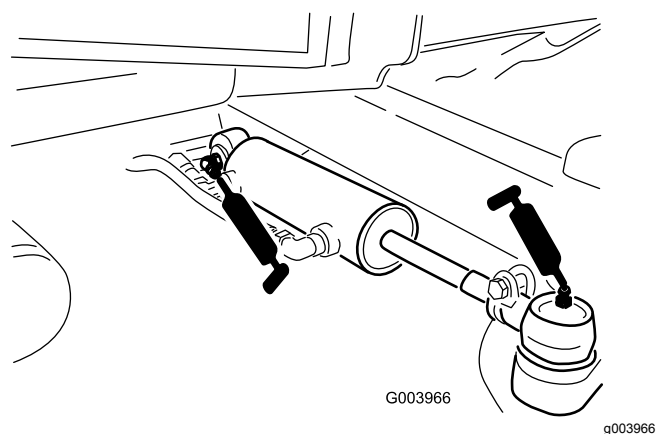

Figura 68
- Giunti a sfera (2) del cilindro di sterzo (Figura 68)